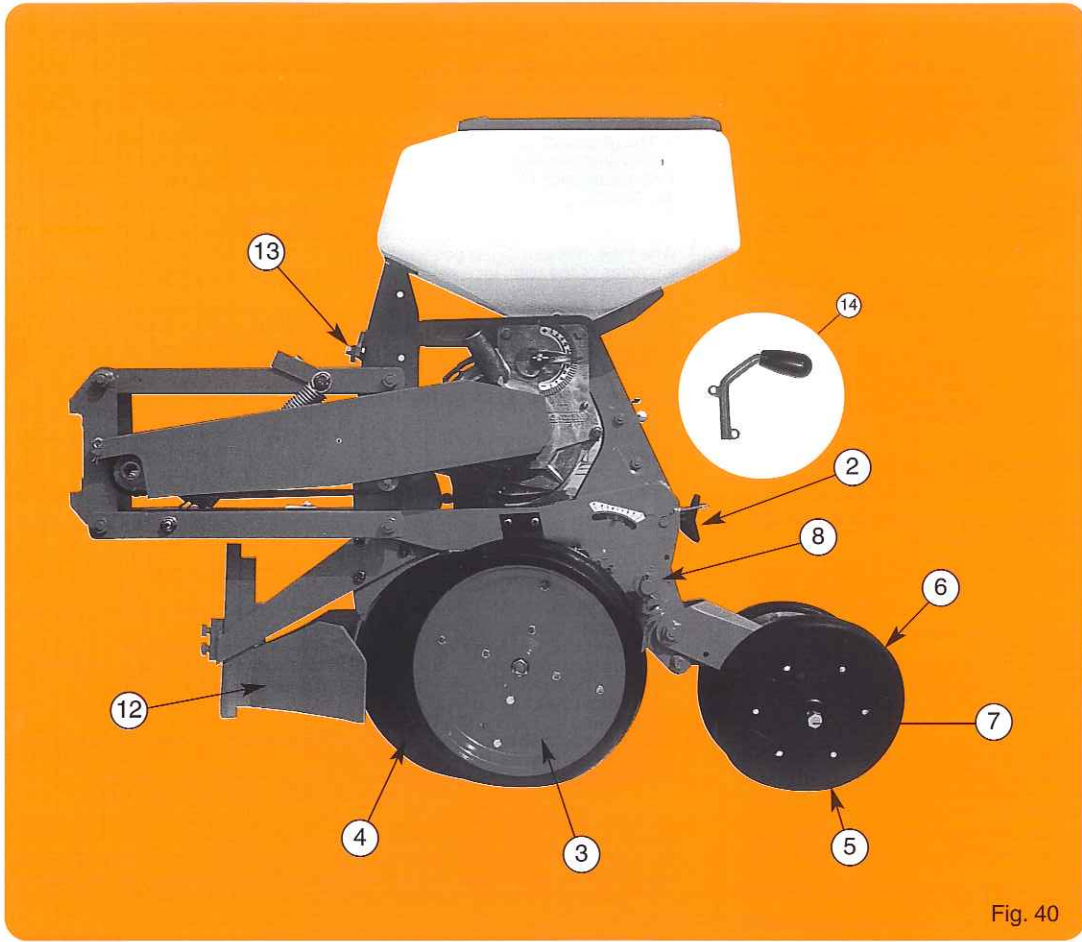
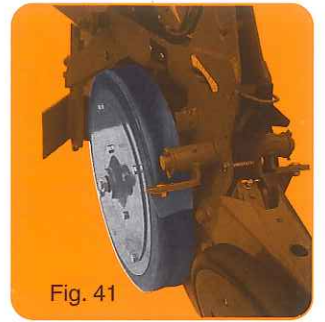

Fig. 40
Fig. 41
- Poignée de relevage ⑭ (fig. 40).
- Roues tasseuses ⑥ étroites (2 cm au lieu de 4) pour terrains durs.
- Roue de jauge étroite (fig. 41).
- Lifting handle ⑭ (fig. 40).
- Narrow press wheels ⑥ (2 cm wide instead of 4 cm) for hard soils.
- Narrow gauge wheel (fig. 41).
- Empuñadura de levantamiento ⑭ (fig. 40).
- Ruedas de compresión ⑥ estrechas (2 cm en vez de 4) para terrenos duros.
- Ruedas de nivel estrechas (fig. 41).